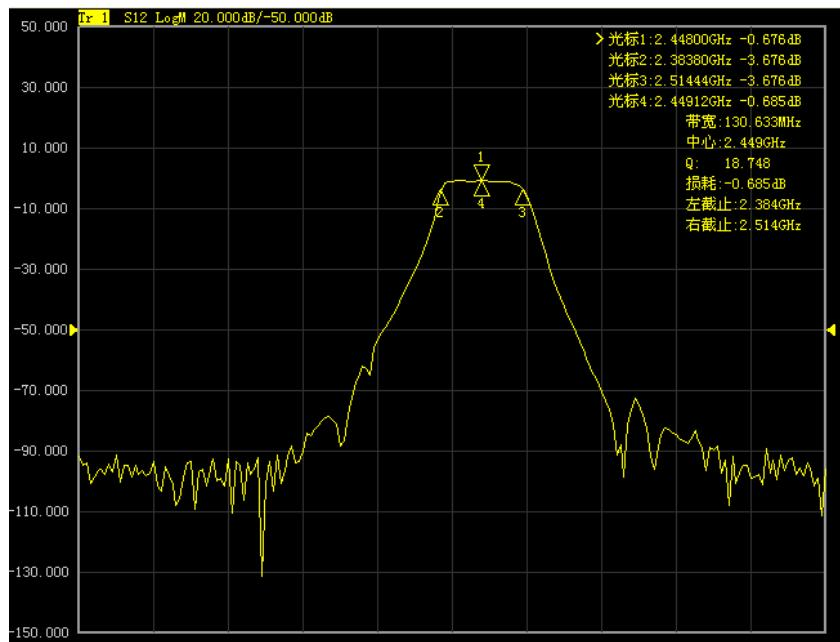

图 3.52 带宽搜索
- ① 在**高级光标**对话框中复选**离散光标**复选框，光标移到等于目标值的离散数据点。
- ② 在**高级光标**对话框中清除**离散光标**复选框，光标移到等于目标值的内插数据点。
- **带宽** 选择**带宽**搜索功能时，在**电平**框中设置两侧从峰值下降的电平（默认为-3dB），在此电平下进行带宽测量，如图 3.52 所示。测量时使用光标 1—光标 4，光标 1 搜索最大的峰值，光标 2 搜索峰值左侧下降指定电平的点，光标 3 搜索峰值右侧下降指定电平的，光标 4 搜索带宽的中心点，测量完成后显示如下信息：
➤ **滤波器测试** 分析仪针对滤波器方面的测试专门设置了一项快捷功能, 测试得出的各项参数会自动显示在屏幕上, 可以方便用户直观的看到测试结果。滤波器测试功能由于减少了测试过程中的手动设置, 对测试速度有很大的提高。如图 3.52 所示。